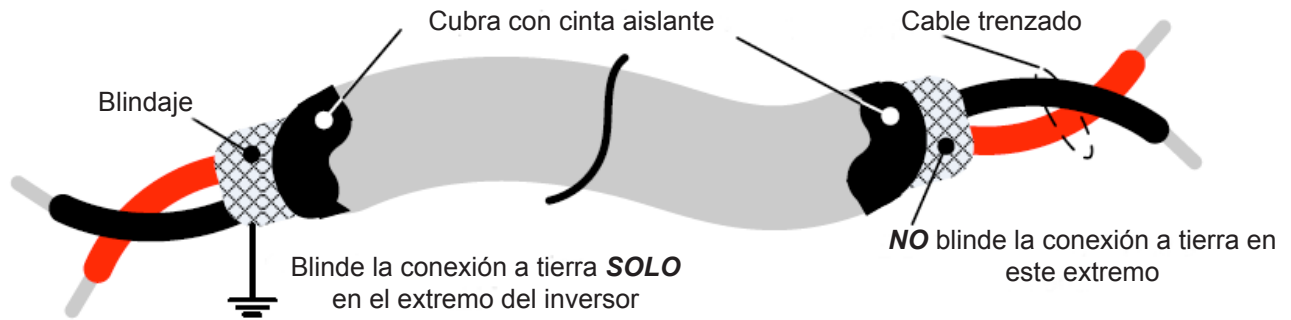

Fig. 3.17.1 Cable blindado trenzado
- (1) Separe del cableado del circuito principal los cables para las terminales del circuito de control para las terminales (R/ L1, S/L2, T/L3, U/T1, V/T2, W/T3).
- (2) Separe los cables para las terminales del circuito de control R1A-R1B-R1C (o R2A, R2C) (salidas de relevadores) de los cables para las terminales ①- ⑧, A01, A02, GND, DO1, DO2, DOG, +12V, (-12V), AI1, AI2 y del cable a tierra (GND)
- (3) Use cables en par trenzados y blindados (#24 - #14 AWG / 0.5 -2 mm²) según se muestra en la Fig. 3.17.1 en los circuitos de control para minimizar los problemas de ruidos. La distancia máxima del cableado no debe exceder los 50m (165 pies).